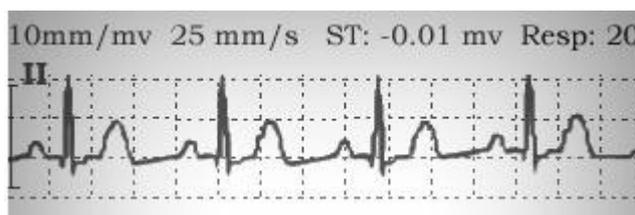

Figure 6.3
Dans la zone des fenêtres supérieures de la zone d'affichage LCD, si l'une des ondes du canal « I / II / III / aVR / aVL / aVF / V » est définie dans WAVE WIN -1, l'onde ECG peut être affichée comme indiqué à la figure 6.3.
- Si l'une des ondes du canal « I / II / III / aVR / aVL / aVF / V » d'ECG est définie dans le WAVE WIN-1, l'onde ECG peut être affichée dans la zone des fenêtres supérieures de la zone d'affichage LCD, Figure 6.3.